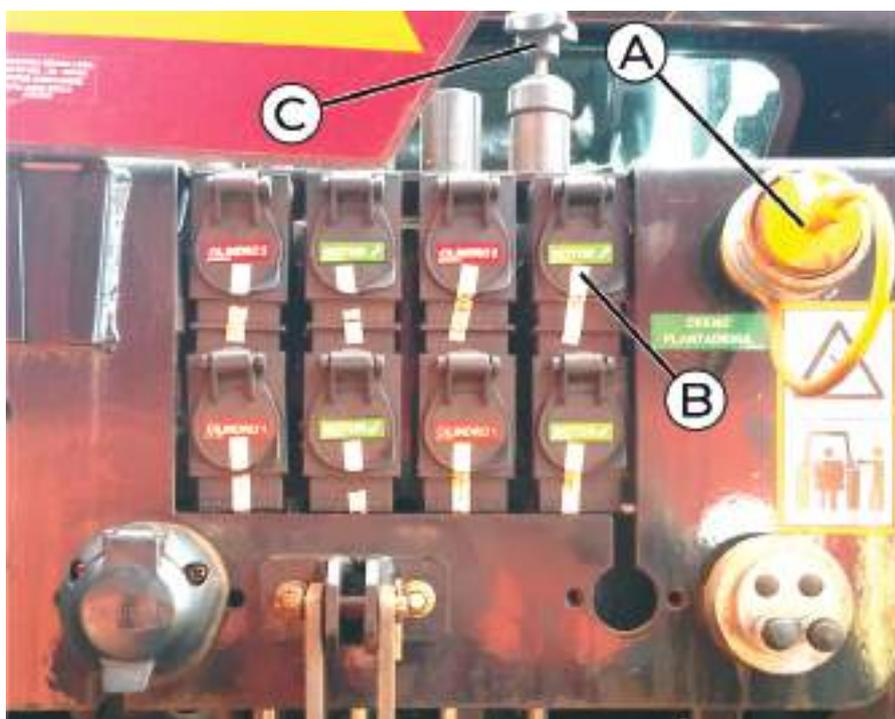

fig. 20
Quando o motor da turbina possuir 2 (duas) mangueiras, faça a ligação no comando hidráulico do trator (fig. 20) do retorno (A) e da pressão (B). A regulagem da vazão de óleo no comando pode ser ajustada pelo regulador (C).